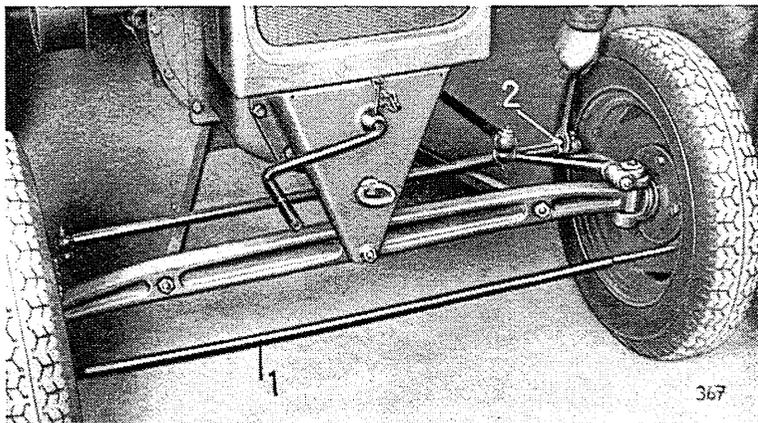

Bild Nr. 172
2. Sicherungsblech (173/8) und Gegenmutter (173/6) am Gelenkkopf der Spurstange (linke Fahrzeugseite) lösen (siehe Bild Nr. 172).
4. Vorderen Felgenabstand auf Meßstangenlänge bringen (siehe Bild Nr. 172/1).